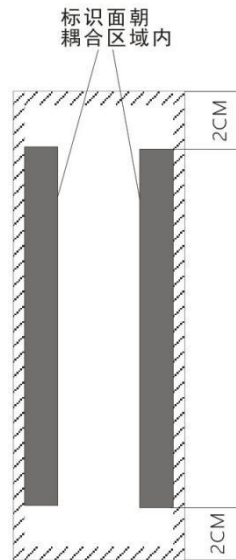

图 8.线圈耦合区域指示
- 4、线圈安装注意事项如图 8 所示，**须注意耦合面，线圈气隙间及 2cm 范围内不能有金属及生物体进入。**